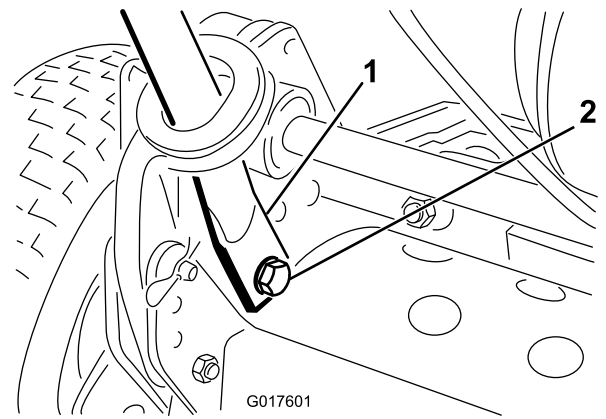

Figura 3
4. Faça força para dentro nas extremidades do manípulo e instale-as nos pinos de montagem (Figura 3).
5. Prenda as extremidades do manípulo nos pinos de montagem com os parafusos, anilhas e anilhas de bloqueio previamente retirados (Figura 3).
6. Prenda os braços do manípulo à parte posterior do chassi com as chavetas e ganchos de anel previamente retirados (Figura 3).